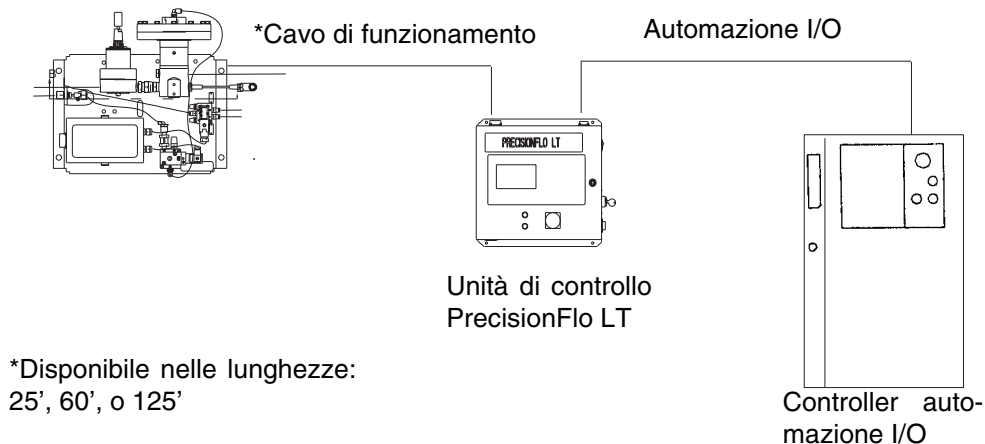

FIG. 9
1. Individuare la presa sulla parte superiore dell'unità di controllo. Vedere FIG. 9.